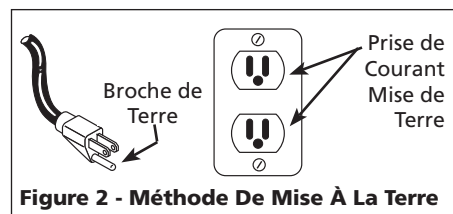

Figure 2 - Méthode De Mise À La Terre
4. Ce produit est conçu pour l'utilisation sur un circuit nominal de 120 volts et à une fiche de terre comme indiquée sur le Figure 2. Assurer que le produit est branché à une prise de courant qui a la même configuration que la fiche. Ce produit doit être mis à la terre. Dans l'événement d'un court-circuit, la mise à la terre diminue le risque de secousse électrique en fournissant un fil d'échappement pour le courant électrique. Ce produit est équipé avec un cordon qui a un fil de terre avec une fiche de terre.